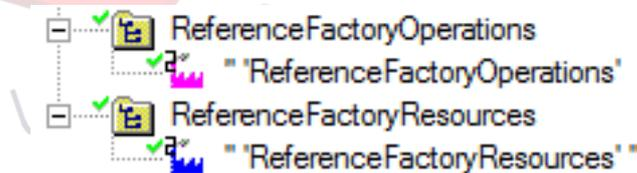

图 7
5.Process and Plant (根据流程和工厂结构的大小, 通过设置 headerNumOfLevels 来考虑分块) 如图 7。